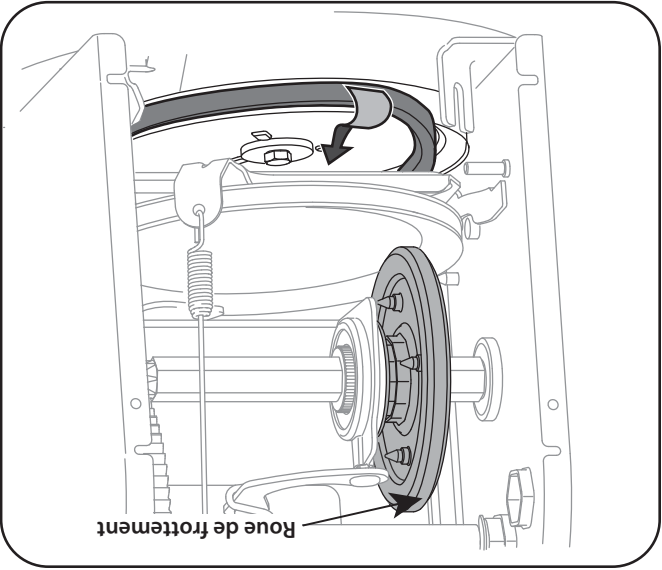

Figure 7-5
7. Dégagez la courroie de la poulie de la tarrière et faites glisser la courroie entre le support et la poulie de la tarrière. Voir la Figure 7-5.